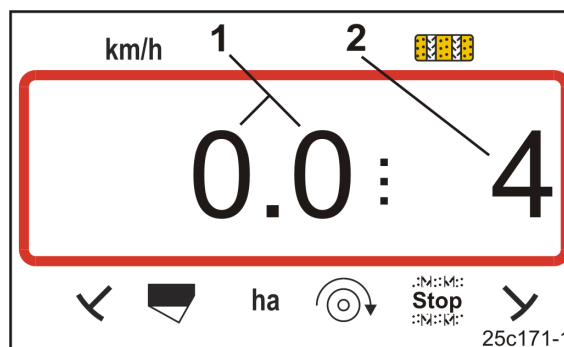

Рис. 32
Первая цифра (Рис. 32/1) отображает скорость движения (0 км/ч).
Вторая цифра (Рис. 32/2) отображает счетчик технологических колес (4)